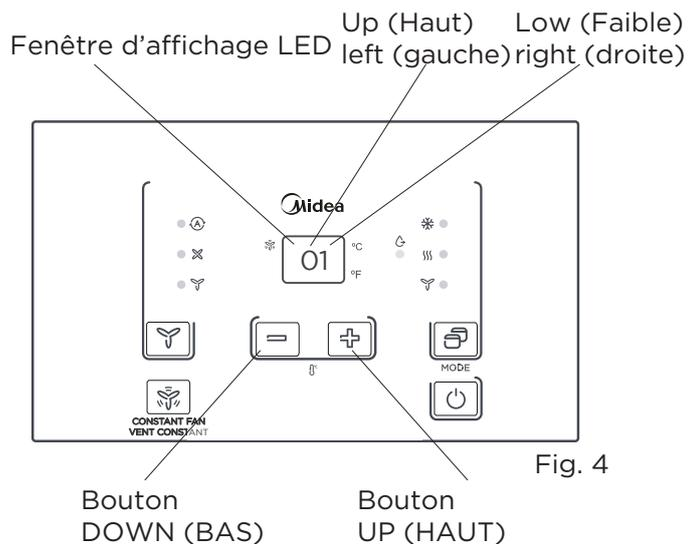

Fig. 4
- Appuyez simultanément sur les boutons up (haut) et down (bas) pendant 3 secondes pour activer les configurations des interrupteurs DIP par le panneau de commande (voir Fig. 4).
- Affichage des paramètres de fonction avec 2 chiffres dans la fenêtre d'affichage LED, high (élevé) left (gauche) pour les interrupteurs DIP, down (bas) right (droit) pour les fonctions (voir Fig. 4).